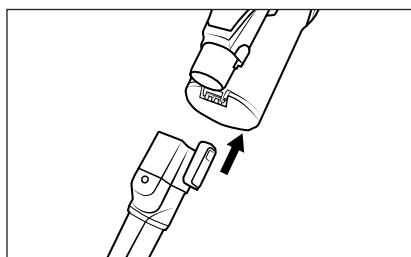

Abb. 14
- Verwenden Sie die Polsterdüse ②3 zum Saugen von Textiloberflächen wie z. B. Polstermöbeln, Matratzen oder Autositzen. Setzen Sie die Polsterdüse ②3 vor dem ersten Gebrauch zusammen.
- ◆ Schieben Sie das Zubehör auf das Saugrohr ②3 oder auf die Saugöffnung des Gerätes, bis es mit einem Klickgeräusch einrastet (siehe Abb. 14). Achten Sie dabei auf die richtige Position der Verriegelung.